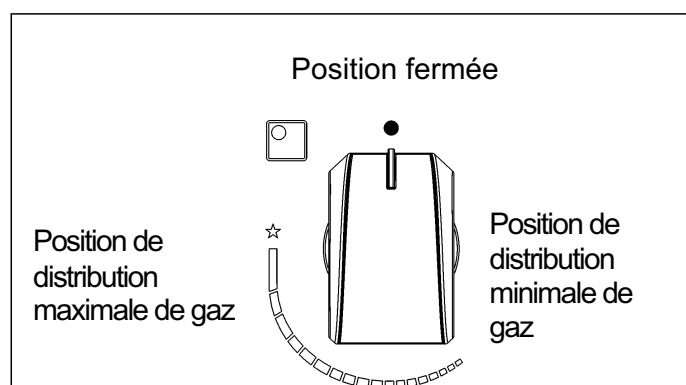

FIG. 1
Enfoncez et tournez en sens inverse horaire le bouton correspondant au brûleur à utiliser, tournez-le sur la position Maximum (grande flamme fig. 1) puis appuyez à fond sur le bouton.
Pour les brûleurs munis d'un thermocouple de sécurité, tournez en sens inverse horaire le bouton correspondant au brûleur à utiliser, tournez-le sur la position Maximum (grande flamme fig. 1) jusqu'à ce que vous sentiez un arrêt léger puis appuyez sur le bouton. Lorsque le brûleur est allumé, maintenez le bouton enfoncé pendant 10 secondes environ.
- Lorsque le point d'ébullition est atteint, tournez le bouton sur Minimum (petite flamme fig. 1).
- ***l'allumage des brûleurs avec un thermocouple de sécurité n'est possible que lorsque le bouton se trouve sur la position Maximum (fig. 1).***